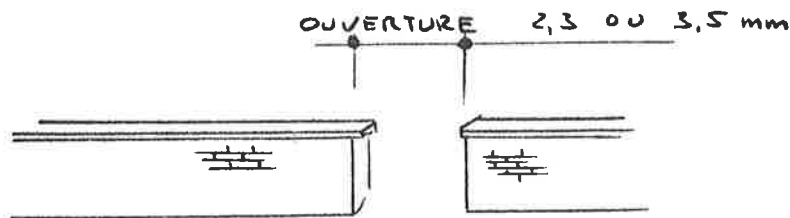

Fig. 4
- coller les murs sur votre table en laissant entre ceux-ci l'espace désiré pour la porte (fig.4)